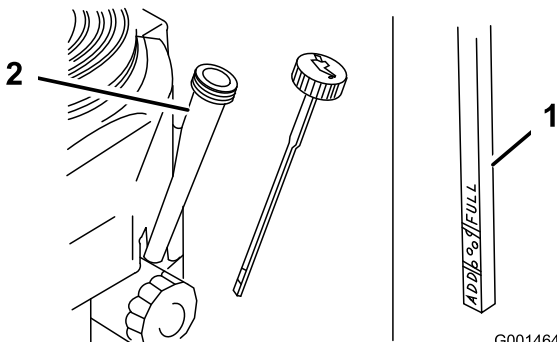

Bild 26
4. Reinigen Sie den Bereich um den Ölpeilstab (Bild 26), damit kein Schmutz in den Einfüllstutzen gelangen und den Motor beschädigen kann.
5. Schrauben Sie den Ölpeilstab heraus und wischen Sie das Metallende ab (Bild 26).
6. Schieben Sie den Ölpeilstab vollständig in das Einfüllrohr (nicht in das Rohr einschrauben) (Bild 26).
8. Gießen Sie ca. 80 % der angegebenen Ölmenge langsam in den Einfüllstutzen (Bild 26).